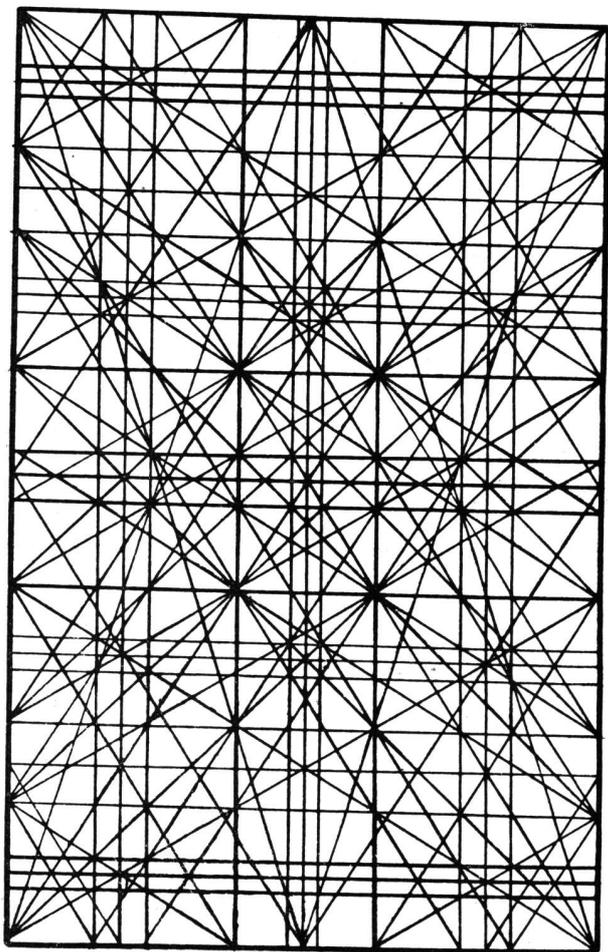

Fig. 12
(28) Una completísima exposición del método se encontrará en Ghyka: *op. cit.*, capítulo VI.
(29) Véase también a J. Hambidge: *op. cit.*
(30) Las escuelas de Bellas Artes lo han adoptado en sus clases de composición y dibujo, siendo universalmente aceptado como uno de los métodos de composición.
(31) Trazamos la diagonal DB y bajando desde C la perpendicular a ella — CF — nos queda determinado F.
zando rectángulos recíprocos, diagonales, normales, etc., se generan dentro del rectángulo fundamental los temas de composición armónica, como puede verse en las figs. del (5) al (11). En la fig. 12 aparece el estudio completo del rectángulo  $\Phi$ .